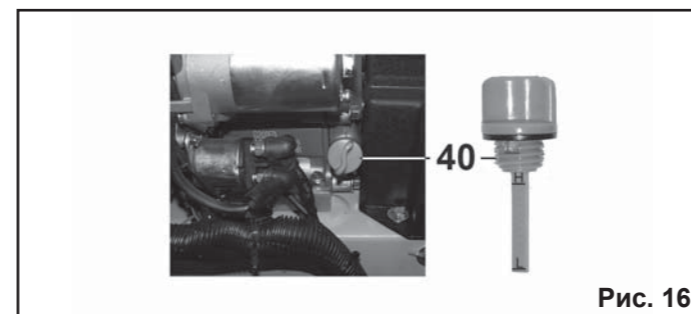

Рис. 16
**7.3. Проверка уровня масла в двигателе (Рис.16).** ДЛЯ ДОЛИВА И ЗАМЕНЫ ИСПОЛЬЗУЙТЕ МОТОРНОЕ МАСЛО ДЛЯ 4-ТАКТНЫХ ДВИГАТЕЛЕЙ ВЯЗКОСТЬЮ SAE 10W30